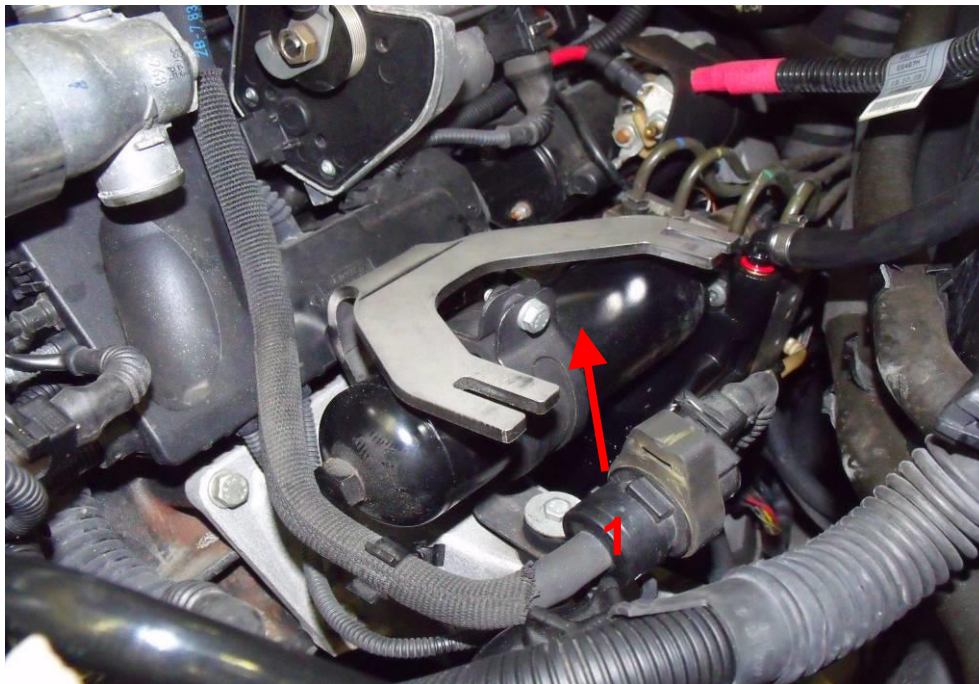

Abbildung 15
- Bei Fahrzeugen ohne SMG Getriebe Hohlschraube mit Ringauge Abbildung 14 (3) von Ausgleichsbehälter SMG Getriebe entfernen und mit Verschlusschraube Abbildung 15: (4) (M12x1,5) verschließen